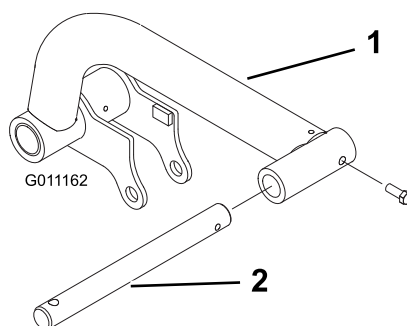

Figura 9
- Introduceți o tijă de pivotare în fiecare bra de ridicare i aliniați orificiile de montare (Figura 9).